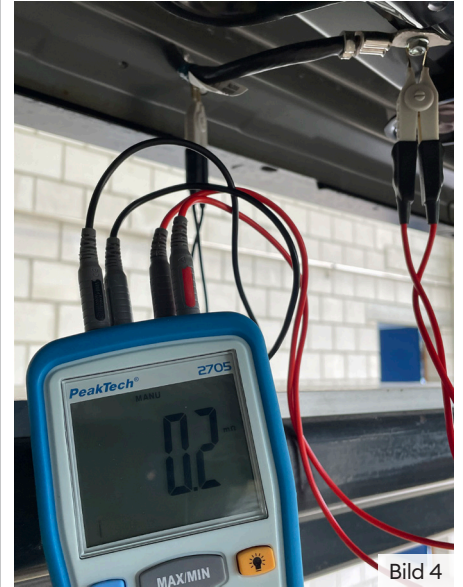

Bild 4
Ein Potenzialausgleich (PA) findet dann statt, wenn an zwei Punkten eine unterschiedliche Spannung anliegt und die beiden Punkte mit einem elektrischen Leiter verbunden sind. Bei Elektronenmangel entsteht ein positives Potenzial, bei Elektronenüberschuss ein negatives. Bei den Hochvoltkomponenten kann der Potenzialausgleich über elektrische Leitungen und/oder die Fahrzeugkarosserie erfolgen. Der Widerstand der Potenzialausgleichsleitung muss die Norm «ECE 100 für elektrobetriebene Fahrzeuge» erfüllen. Der Wert muss somit kleiner als 100 mΩ sein. Es gibt Fahrzeughersteller, welche einen Wert von kleiner als 10 mΩ vorgeben. Sehr häufig ist er aber noch kleiner, z.B. 0.2 mΩ (Bild 4). Um den gewünschten Widerstand (R_L) des Potenzialausgleichsleiters zu erreichen, muss der Leiterquerschnitt (A) aus der Leiterlänge und dem werkstoffspezifischen Widerstand (ρ von Kupfer) errechnet werden.